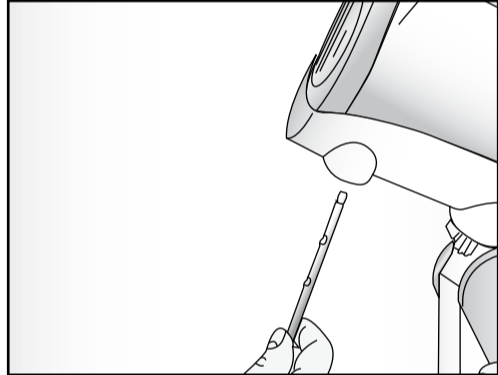
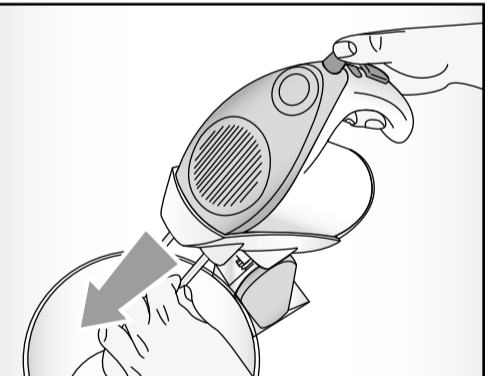
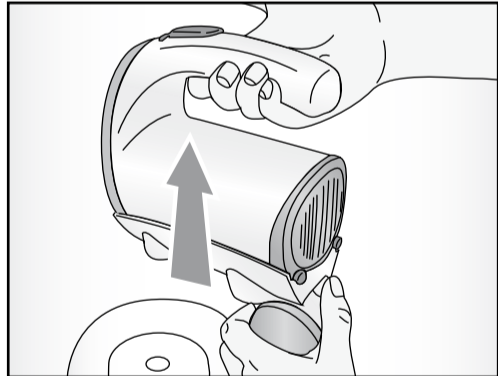

Fig. 5
Fig. 6
Fig. 7
- Introduire les fouets (I-L) dans les trous situés sur la partie inférieure du bras, jusqu'au dé clic (Fig. 5).
- Verser les ingrédients dans le bol (A) et, en frappant le pousoir d'inclinaison du bras (H), abaisser le corps moteur (F).
**ATTENTION:** Si l'appareil, pendant le mixage, ralentit de façon excessive, passer à une vitesse supérieure ou diminuer la quantité d'ingrédients à mixer. Dans le cas de préparations très denses, il est possible d'utiliser aussi la vitesse «Turbo» en frappant la touche correspondante (D).
**ATTENTION:** L'appareil est muni d'un mécanisme particulier qui produit, pendant le mixage, un mouvement rotatoire du bol (A) à une vitesse régulière.
- Si on désire ajouter d'autres ingrédients à la préparation ou changer le type de fouets, il est nécessaire d'éteindre l'appareil en positionnant le sélecteur de vitesse (E) sur «0» et de soulever le corps moteur (F) comme décrit précédemment.
- Une fois l'utilisation terminée, soulever le corps moteur en frappant le pousoir d'inclinaison du bras (H). Extraire les fouets utilisés en frappant la touche d'expulsion des fouets (C) (Fig. 6) et retirer le corps moteur en frappant la touche de décrochage (G) (Fig. 7). Extraire le bol (A).
- Die gewünschten Rührbesen (I-L) in die Öffnungen einführen und drücken, bis sie einrasten (Abb. 5).
- Die Zutaten in die Schüssel (A) geben, die Kipptaste des Arms (H) betätigen und Motor (F) nach unten kippen.
**ACHTUNG:** Wenn das Gerät während der Verarbeitung allzu langsam dreht, schalten Sie auf eine höhere Geschwindigkeit um oder verringern Sie die Menge der zu verarbeitenden Masse. Bei sehr zähen Gemischen kann durch Betätigen der entsprechenden Taste (D) auch die "Turbo"- Geschwindigkeit eingeschaltet werden.
**ACHTUNG:** Das Gerät ist mit einer speziellen Vorrichtung ausgestattet, durch die während der Verarbeitung die Schüssel (A) mit gleichmäßiger Geschwindigkeit gedreht wird.
- Falls weitere Zutaten hinzugefügt oder die Rührbesen ausgewechselt werden sollen, muss das Gerät durch Umschalten des Geschwindigkeitswählers (E) auf «0» abgeschaltet und der Motor (F) hochgeklappt werden, wie oben beschrieben.
- Nach dem Gebrauch, den Motor anheben, indem die Kipptaste des Arms (H) betätigt wird. Die Rührbesen durch Drücken der Ausstoßtaste (C ) (Abb. 6) entfernen und den Motor durch Betätigen der Entriegelungstaste (G) (Abb. 7) abnehmen. Die Schüssel (A) herausnehmen.
- ACHTUNG:** Im Fall von Platzproblemen oder Verwendung anderer Behälter kann der Motor (F) auch getrennt von seiner Aufnahme (B) verwendet werden.
- Die Rührbesen (I-L) und die Schüssel (A) können in heißem Wasser oder in der Spülmaschine gewaschen werden
- Die Aufnahme (B) und das Motorgehäuse (F) können mit einem feuchten Tuch gereinigt werden.
- Por los orificios inferiores del brazo, introducir las varillas (I-L) deseadas hasta que se acoplen (Fig. 5).
- colocar los ingredientes en el recipiente (A) y apretando el botón del inclinación del brazo (H), bajar el cuerpo motor (F).
**ATENCIÓN:** Si el aparato durante la elaboración disminuye la velocidad excesivamente, pasar a una velocidad superior o disminuir la cantidad de mezcla por elaborar. En el caso de masas muy densas, se puede utilizar también la velocidad «Turbo» apretando el pulsador correspondiente (D).
**ATENCIÓN:** El aparato cruenta con un mecanismo especial que durante la elaboración induce un movimiento rotatorio con velocidad regular al recipiente (A).
- En el caso que deseáramos añadir ulteriores ingredientes a la mezcla o cambiar el tipo de varillas, hay que apagar el aparato llevando el selector de velocidad (E) al «0» y levantar el cuerpo motor (F) como se ha descrito precedentemente.
- Cuando acabemos de utilizarlo, levantar el cuerpo motor apretando el pulsador de inclinación del brazo (H). Extraer las varillas utilizadas apretando el botón de desenganche de las varillas (C) (Fig. 6) y quitar el cuerpo motor apretando el correspondiente botón de desenganche (G) (Fig. 7). Sacar el recipiente (A).
**ATENCIÓN:** En el caso de que haya problemas de espacio o se quiera trabajar en recipientes diferentes, se puede usar el cuerpo motor (F) también separado del soporte (B).
- Las varillas (I-L) y el recipiente (A) se pueden lavar con agua caliente o en el lavavajillas.
- El soporte (B) y el cuerpo motor (F) se pueden limpiar con un paño húmedo.